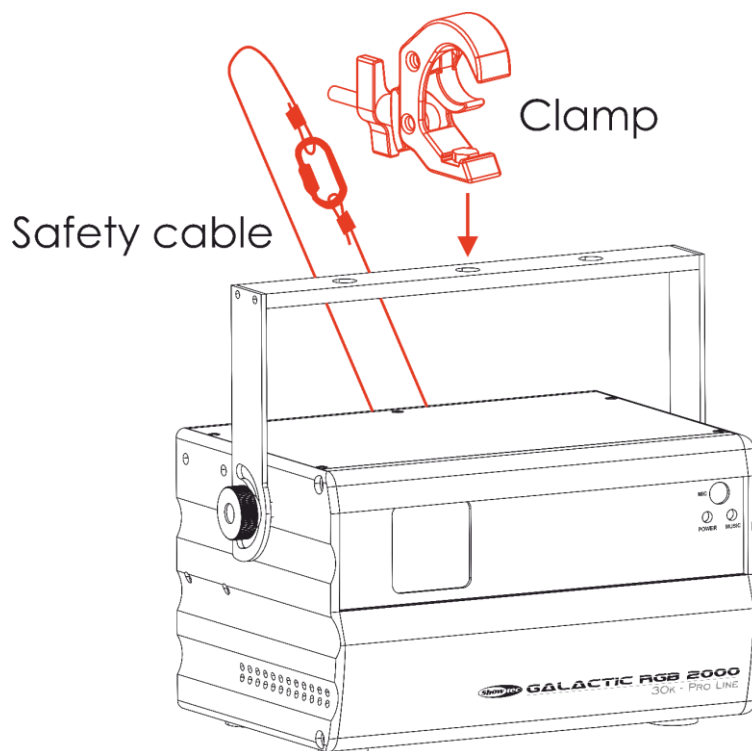

Abb. 09
- 01) Befestigen Sie das Gerät mit einer Schelle an der Tragstruktur, wie in Abb. 09 dargestellt. Stellen Sie sicher, dass sich das Gerät nicht frei bewegen kann.
- 02) Sichern Sie das Gerät mit einer Sekundäraufhängung, z. B. einem Sicherheitskabel. Stellen Sie sicher, dass die Sekundäraufhängung das 10-fache Gewicht des Geräts tragen kann. Wenn möglich, sollte die Sekundäraufhängung unabhängig von der Primärhalterung an der Tragstruktur befestigt werden. Führen Sie das Sicherheitskabel durch den **Sicherheitsring (10)** wie in Abb. 09 gezeigt.